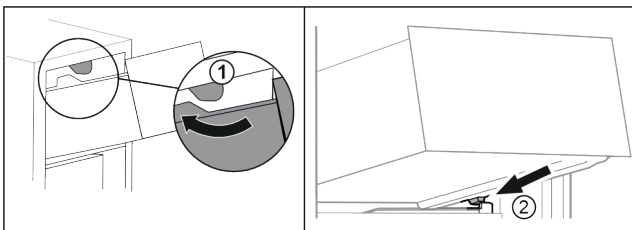

Fig. 63
- ▶ Schubfach um die oberen Stopper herumführen. Fig. 63 (1)
- ▶ Schubfach schräg hinter den unteren Stoppern auf Behälterrippe aufsetzen. Fig. 63 (2)